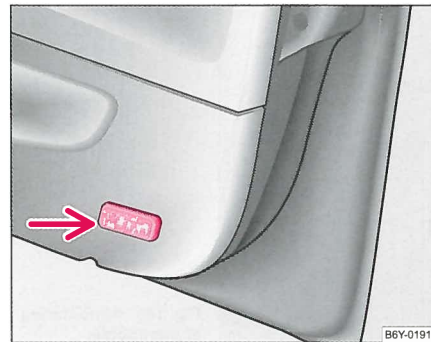

Fig. 182 Afmonter fordørsadvarselslampe
- Skyd en kniv eller lignende ind i siden mellem lampe og dørbeklædning ⇒ fig. 182. Tag forsigtigt lampen ud.